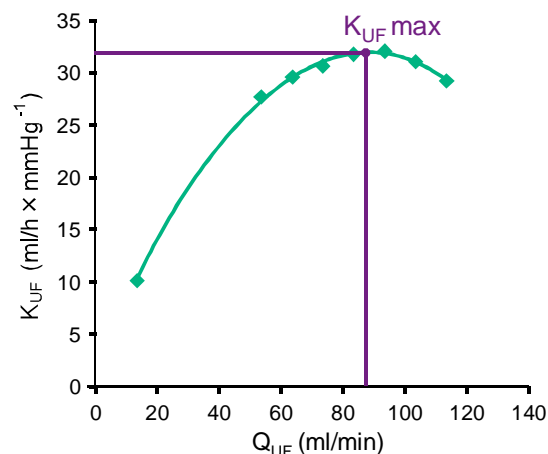

Abb. 11-25 Prinzip der K_{UF}max-Bestimmung
Zur Berechnung des K_{UF} (siehe auch Abschnitt 13.10 Formeln (441)) stellt das Gerät den konvektiven Fluss Q_{UF} ein, misst TMP und berechnet den Ultrafiltrationskoeffizienten K_{UF}. Die Bestimmung des K_{UF} für verschiedene Q_{UF}-Werte ergibt eine typische parabolische Funktion (Abb. 11-25): K_{UF} erhöht sich zunächst bis zum Scheitelpunkt der Parabel (Maximalwert) und verringert sich danach, wenn Q_{UF} weiter erhöht wird. Werden die ermittelten Werte mit einer Regressionskurve ($f(x) = Ax^2 + Bx + C$) verbunden, können der maximale Ultrafiltrationskoeffizient (K_{UF}max) und der entsprechende konvektive Fluss (Q_{UF}) ermittelt werden.